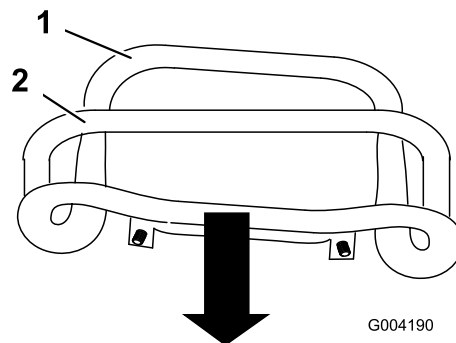

Bild 50
3. Ziehen Sie den Fahrtrieb gerade nach hinten, sodass die Vorderseite des Fahrtriebs den Anschlagbügel berührt (Bild 50).